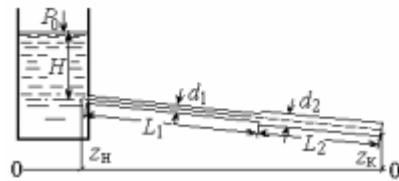

Рис. 4
z) м, температура воды в трубопроводе  $t = 15^\circ \text{C}$  (рис. 4).